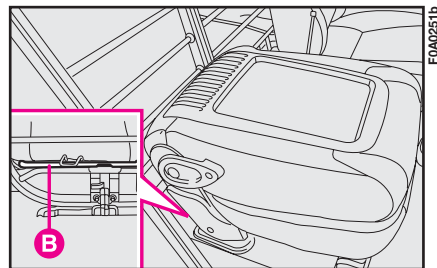

fig. 55
- agire sulla leva **B**-fig. 55 e ribaltare in avanti il sedile completo;